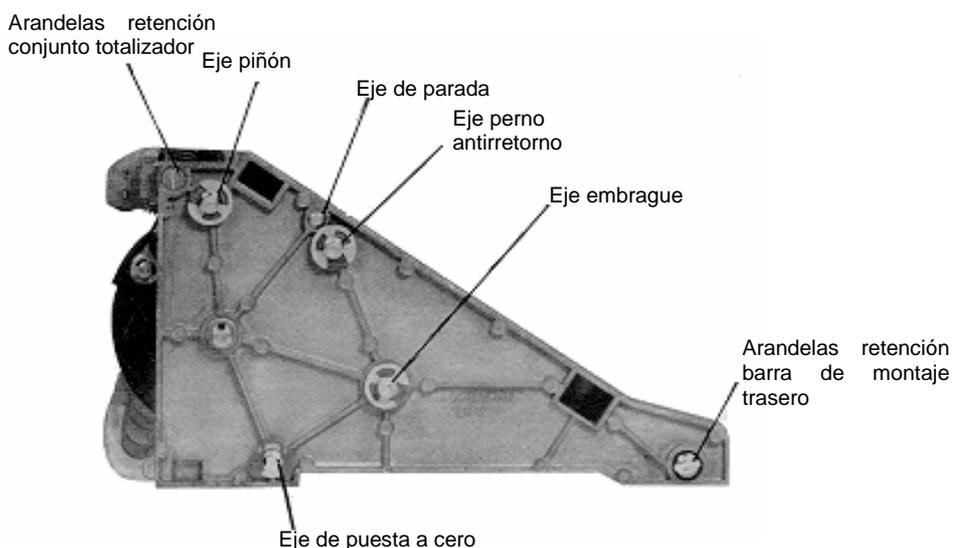

Figura 5. Placa parte derecha
2. Retirar las arandelas de retención y las arandelas de fijación del piñón, la puesta a cero, los ejes antirretorno y de embrague en la placa en la parte derecha (Figura 5). Retirar los tornillos y las arandelas de fijación del conjunto totalizador y la barra de montaje trasera de la placa en la parte derecha.